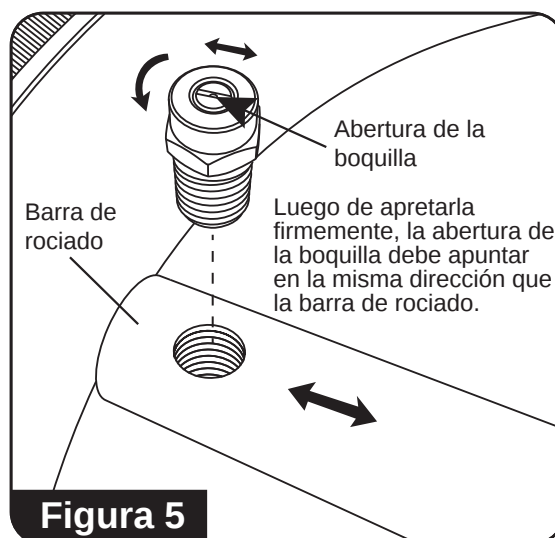

Figura 5
7. Vuelva a instalar las boquillas en la barra de rociado. Apriete firmemente. Alinee la abertura de la boquilla, como se muestra en la **figura 5**.